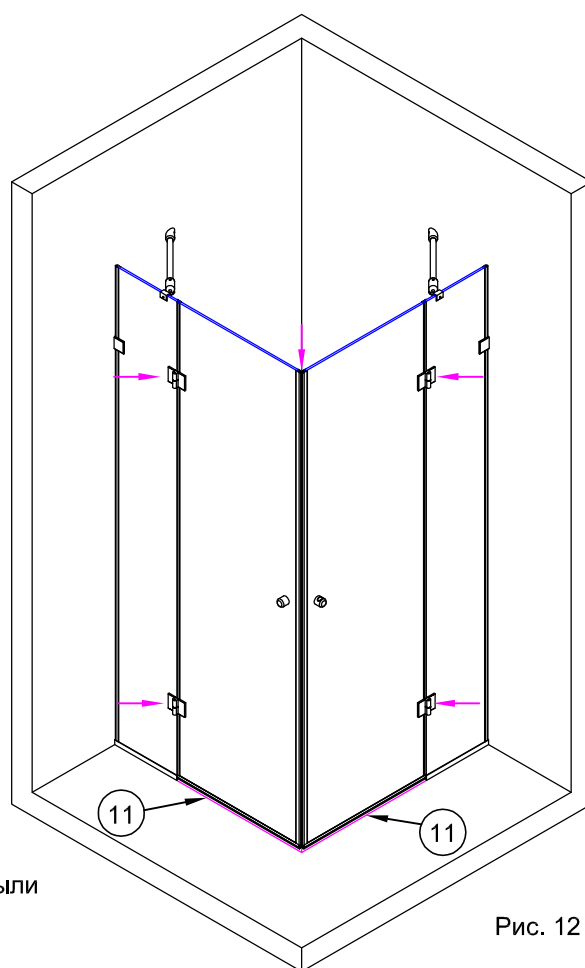

Рис. 12
5.4. На ответные части петель установить прокладки. Установить двери на соответствующее места кабины. При необходимости поставить под двери технологические дистанционные прокладки. Вставить ответные части петель в вырезы под петли дверной панели. С внутренней стороны установить прокладки и фиксирующие пластины. Всё скрутить винтами (рис.12).